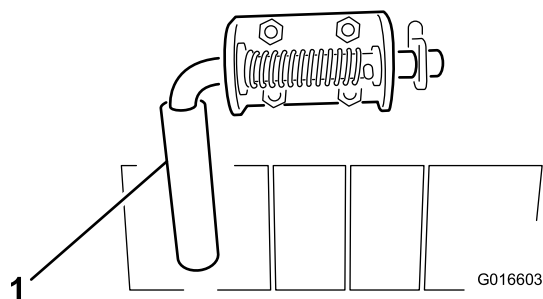

Figura 4
Para abrir la tolva o el pestillo de la tolva (Figura 4), tire de la palanca y gírela hacia arriba o hacia abajo para encajar el pestillo detrás del tope.
3. Extraiga el pasador de bloqueo de la palanca, presione la traba y levante la palanca para abrir el acoplador (Figura 4).